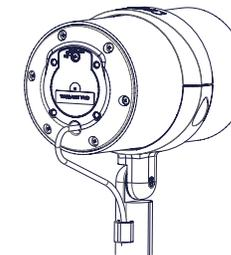

Figure 10
6. Enfilez le fil de branchement dans son guide sur l'arbre de l'ensemble collier comme illustré dans la figure 10.